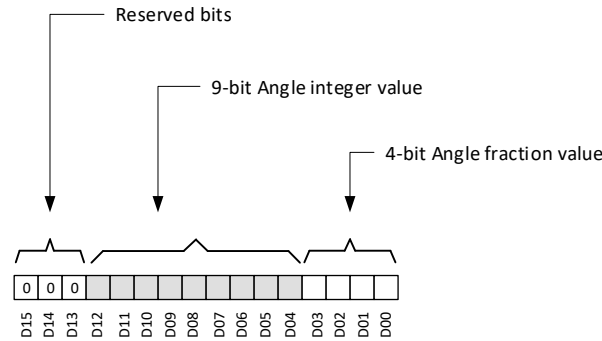

图 7-8. 角度数据定义
TMAG5170-Q1 根据 `ANGLE_EN` 寄存器位设置计算角度。图 7-8 显示了 `ANGLE_RESULT` 寄存器将角度信息存储在 13 个 LSB 位中。位 D04 至 D12 存储 0 至 360 度的角度整数值。D00 至 D03 位存储角度分数值，分辨率为 1/16 度。3 个 MSB 位始终填充为 b000。TMAG5170-Q1 CORDIC 提供 1/4 度的角分辨率。如果需要更高的角分辨率，可以使用外部 CORDIC。根据 方程式 7 来计算角度。
- D_i 是图 7-8 中所示的数据位。